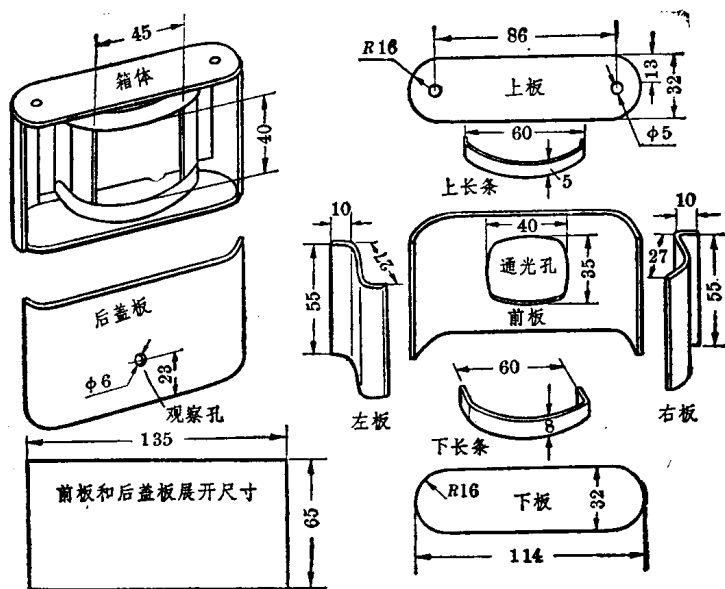

图 1-34 箱体外形及其各部分尺寸
1. 箱体 箱体的立体形状和分解后各部分的大小尺寸如图 1-34。下面作一些必要的说明:
前板和后盖板的尺寸、外形相同, 展开尺寸见图 1-34 左下角。前、后板两头都要弯成圆弧, 并和上、下板的圆弧相协调, 能够紧密贴合。前板和后盖板扣在一起时, 两个接触边缘也要完全贴合。前板正中间开有一个很大的通光孔, 孔的最